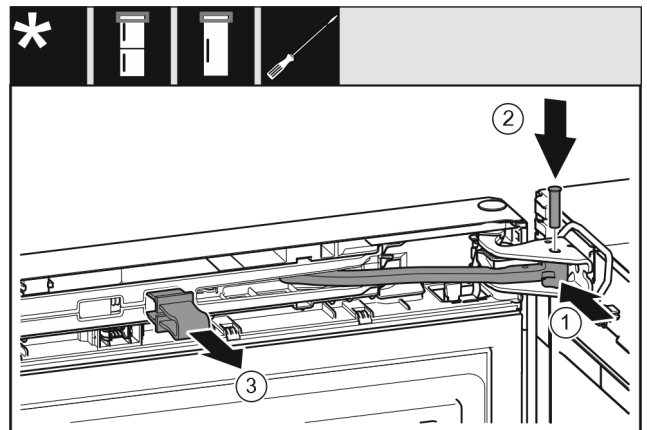

Fig. 31
- ▶ Gelenk Fig. 31 (1) in Lagerbock drehen.
- ▶ Bolzen Fig. 31 (2) in Lagerbock und Gelenk einsetzen. Dabei darauf achten, dass der Rastnocken korrekt in der Nut sitzt.
- ▶ Sicherung Fig. 31 (3) abnehmen.